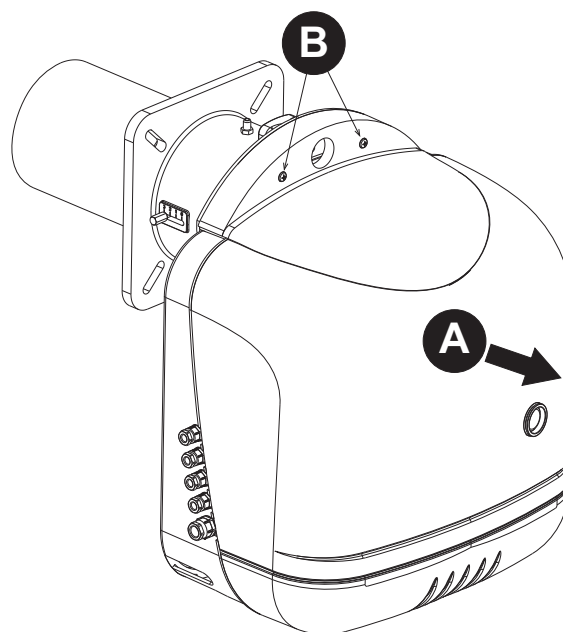

fig. 2b
- 1) Quitar la tapa del quemador "A" tras desenroscar los dos tornillos "B" (fig. 2b).